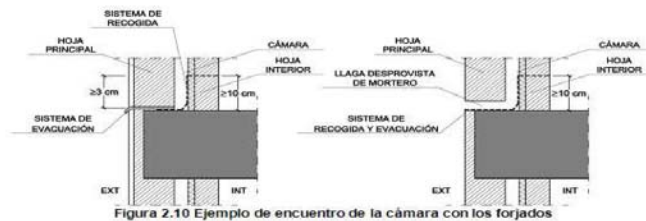

Figura 2.10 Ejemplo de encuentro de la cámara con los forjados
- 2 Como sistema de recogida de agua debe utilizarse un elemento continuo impermeable (lámina, perfil especial, etc.) dispuesto a lo largo del fondo de la cámara, con inclinación hacia el exterior, de tal forma que su borde superior esté situado como mínimo a 10 cm del fondo y al menos 3 cm por encima del punto más alto del sistema de evacuación (Véase la figura 2.10). Cuando se disponga una lámina, ésta debe introducirse en la hoja interior en todo su espesor.
- a) un conjunto de tubos de material estanco que conduzcan el agua al exterior, separados 1,5 m como máximo (Véase la figura 2.10);